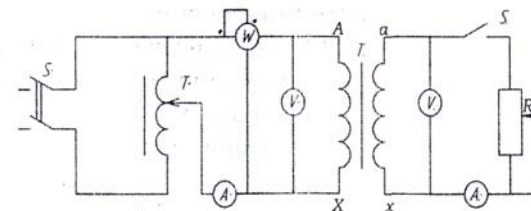

Рис. 41
1. Ознакомиться со схемой проведения опыта холостого хода (рис.41), подобрать необходимые приборы и записать их технические данные.
1. Ознакомиться со схемой проведения опыта нагрузки, подобрать необходимые приборы и записать их технические данные (опыт проводится на схеме, приведенной на рис.41).